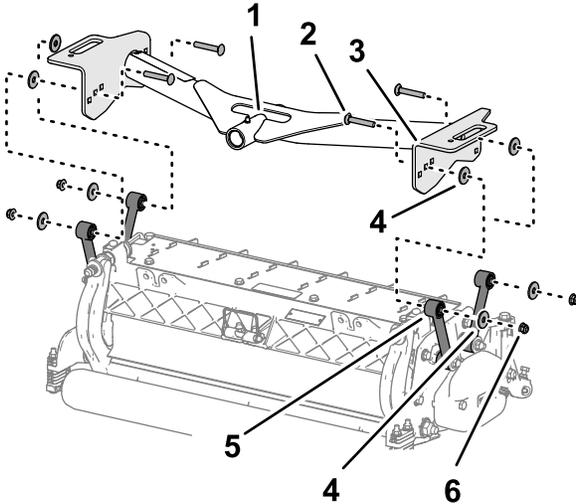

Figure 17
1. Alignez les trous dans les plaques du bâti porteur avant sur les trous des plaques de montage de l'unité de coupe (Figure 17).
2. Placez une rondelle entre la plaque du bâti porteur et la biellette (Figure 17), et fixez légèrement les plaques et l'entretoise avec un boulon de carrosserie ($\frac{3}{8}$ x $2\frac{1}{4}$ po), une rondelle et un contre-écrou à embase ($\frac{3}{8}$ po).